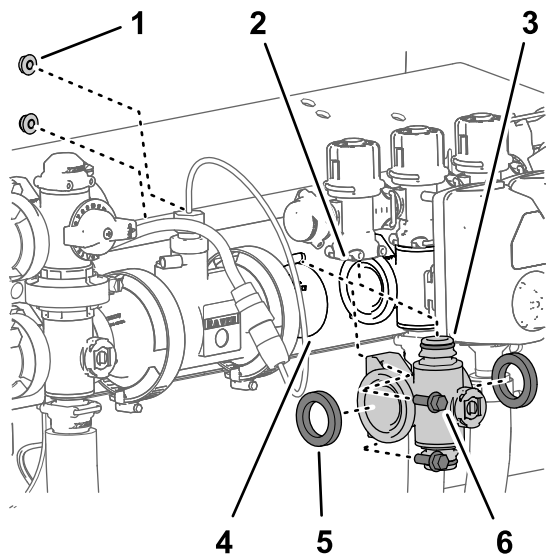
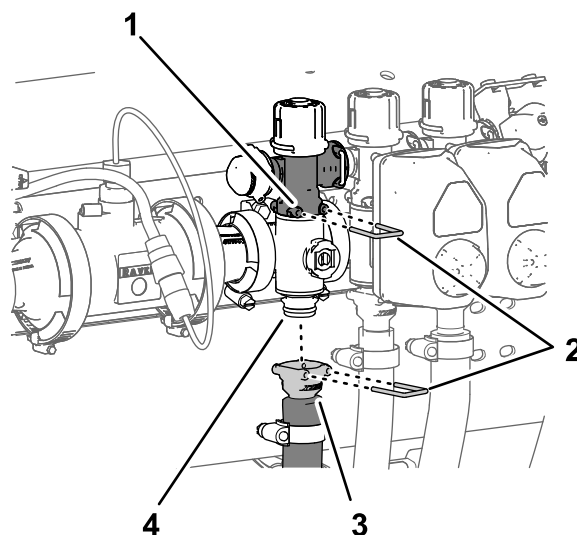

Figure 127
Figure 128
1. Alignez les 2 joints que vous avez retirés à la section Dépose de la vanne de section du collecteur \(page 88\) et les brides du collecteur de vanne de section (Figure 127).
2. Alignez la bride du collecteur de vanne de section entre les brides des autres vannes de section et/ou adaptateur d'accouplement (Figure 127).
3. Fixez le raccord rapide du collecteur de vanne de section au raccord rapide femelle de la vanne de dérivation de section à l'aide d'un l'étrier de fixation (Figure 127 et Figure 128).
5. Pour les collecteurs de vannes de sections gauche et droite, fixez le collecteur de vanne au support de vannes (Figure 127) à l'aide des 2 boulons à embase (1/4 x 3/4 po) et des 2 contre-écrous à embase (1/4 po) que vous avez
8. Fixez le raccord rapide du flexible de section au raccord rapide du collecteur de vanne de section à l'aide de l'étrier de fixation (Figure 128).